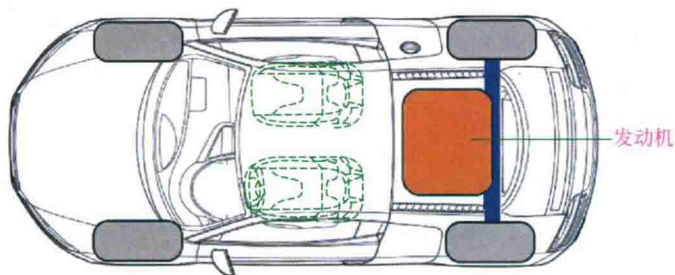

图 1.1-9 中置后驱
(3) 中置后驱 即发动机中置、后轮驱动,如图 1.1-9 所示。中置后驱与后置后驱的主要区别就是看发动机是位于后轴之前还是之后。F1 和大部分超级跑车采用这样的驱动方式。